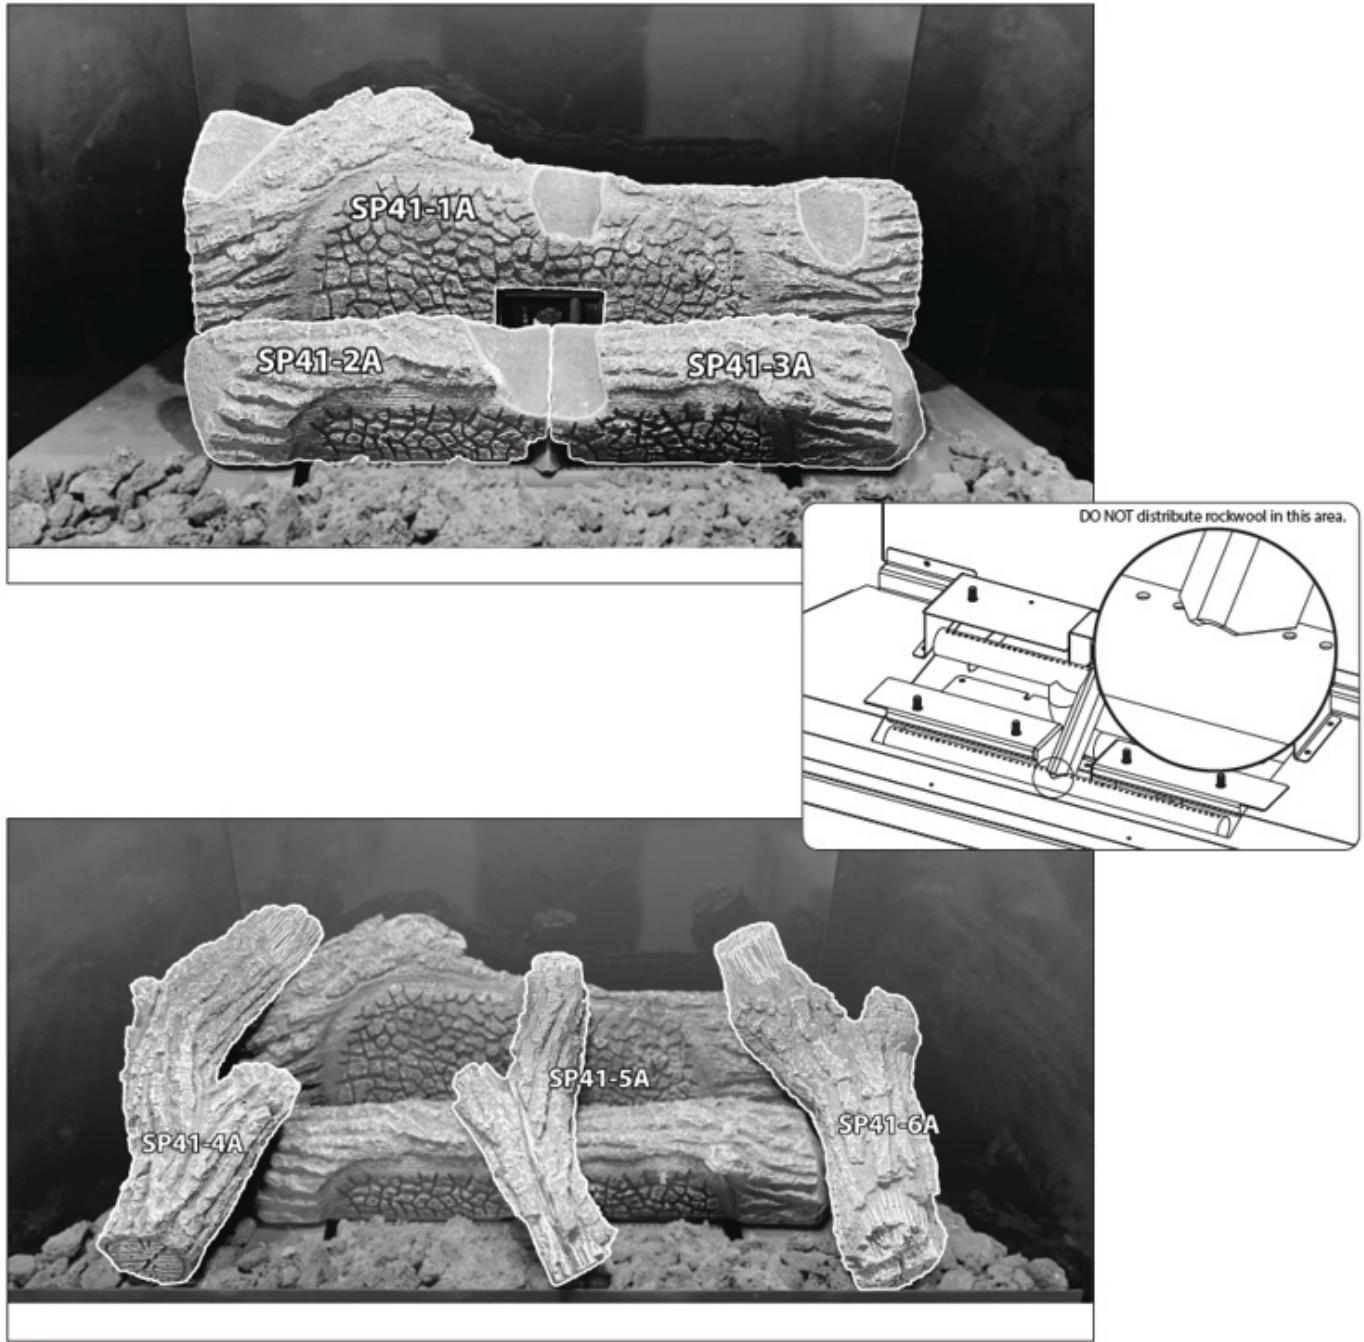

Figure 8.4 - Jeu de bûches
5. Épandez la pierre de lave à l'avant du brûleur. Ne bouchez pas les trous perforés du brûleur ni les espaces de circulation d'air (voir la Figure 8.4 [vue agrandie] à la page suivante).
ATTENTION : NE bouchez PAS la zone montrée à la Figure 8.4.